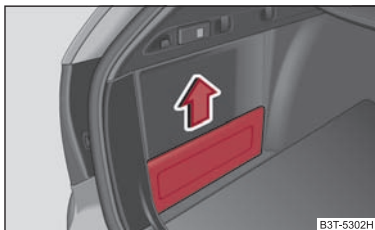

Fig. 118 Compartimiento guardaobjetos lateral sin cierre
- Coja la cubierta por la parte superior y retírela con cuidado en la dirección de la flecha ⇒ fig. 118.